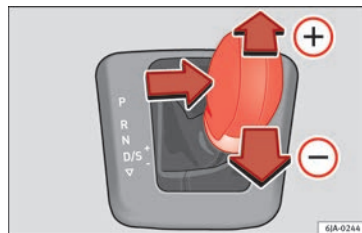

Fig. 179 Palanca selectora: Tiptronic.
- Empuje suavemente la palanca selectora hacia delante **+** » **fig. 179**.
- Empuje suavemente la palanca selectora hacia atrás **-** » **fig. 179**.